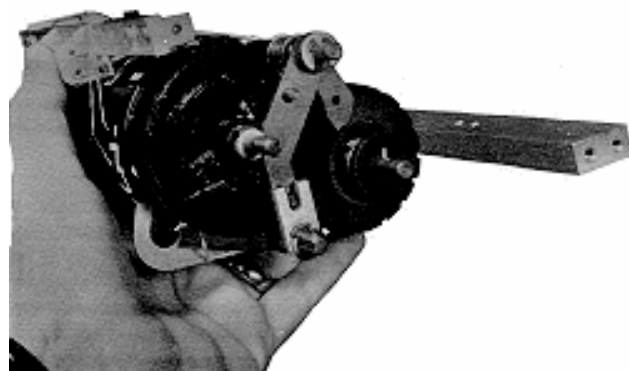

Figure 20. Préparation pour montage de la plaque latérale
c. Engager la goupille sur le levier de remise à zéro avec une fente dans le bras de remise à zéro. voir figure 20.
- Maintenir l'ensemble indicateur comme indiqué en figure 20 et placer une bande caoutchouc autour de l'ensemble pour le maintenir. Assurez-vous que la goupille dans l'ensemble levier de remise à zéro reste engagé dans la fente du bras de remise à zéro.